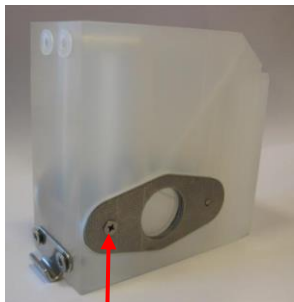

Figura 33
5. Afloje los dos soportes de mirilla (véase la figura 33).
11. Fije las mirillas con los soportes de las mirillas (véase la figura 33).